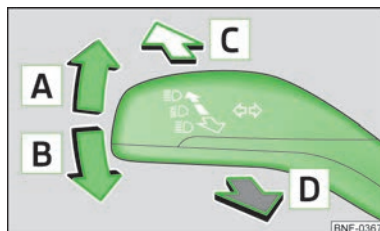

Bild 25
- Tryck helljusspaken framåt för att koppla på helljuset » bild 25 på sidan 30.
- Tryck spaken » bild 25 uppåt **A** resp. nedåt **B**.
- Tryck spaken » bild 25 framåt i pilens riktning **C**.
- Dra spaken mot ratten (återfjädrande läge) i pilens riktning **D** » bild 25 - helljuset och kontrollampen i kombiinstrumentet tänds.